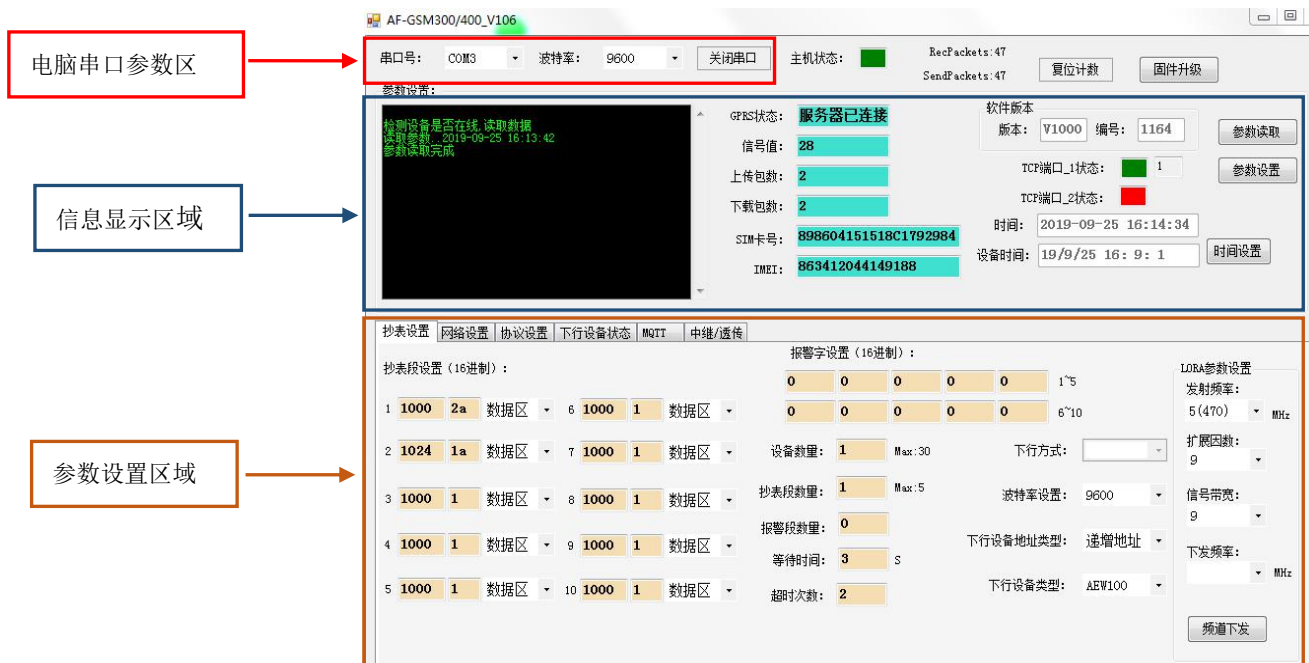

图 5
(1) AWT100无线通信终端上电，AWT100无线通信终端的工作指示灯闪烁，表示AWT100无线通信终端已经开始工作。
(2) 启动 AWT100 无线通信终端的配置软件，该软件由电脑串口参数区、信息显示区域、参数设置区域、参数读取及设置按钮组成，如图 5。
点击右上角的 参数读取 按钮，即可显示出AWT100无线通信终端内部所有参数值，如图5。